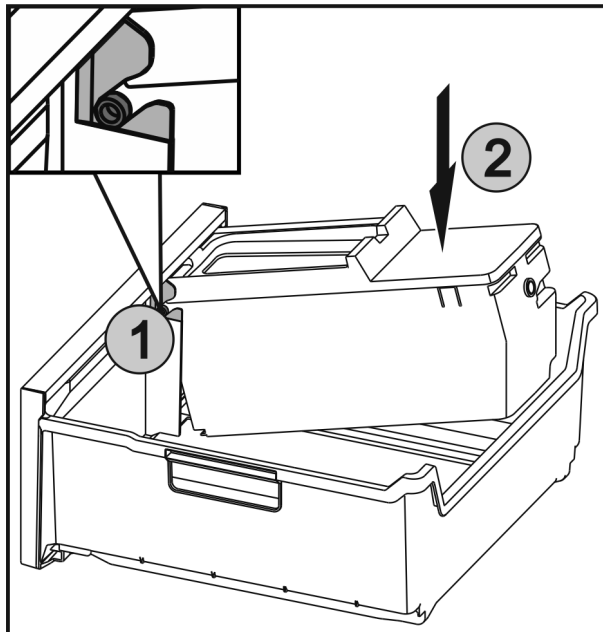

Fig. 59
- ▶ Împingeți axele Fig. 59 (1) de la EasyTwist-Ice în ghidaje și presăți partea din spate Fig. 59 (2) până când eclisa se fixează.